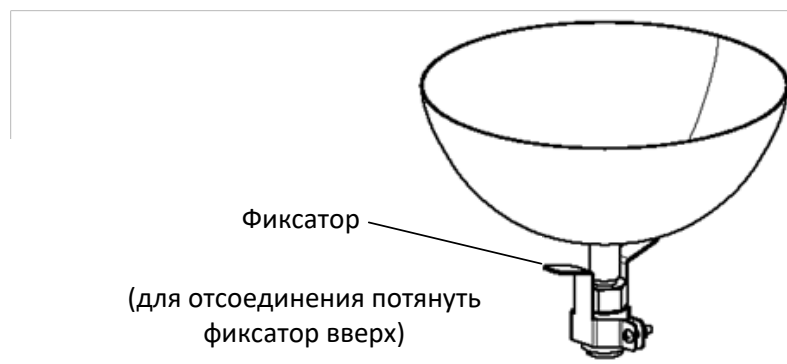

Рисунок 2 – Воронка
Сверху термокриостата под **заливным люком** расположено быстроразъемное соединение для заливки теплоносителя с помощью воронки (см. рисунок 2).
- 4.4.5.2 Снять заливную воронку сдвинув фиксатор вверх (см. рисунок 2 на странице 3). Воронка оснащена клапаном, для предотвращения слива оставшегося в ней теплоносителя при ее отсоединении.